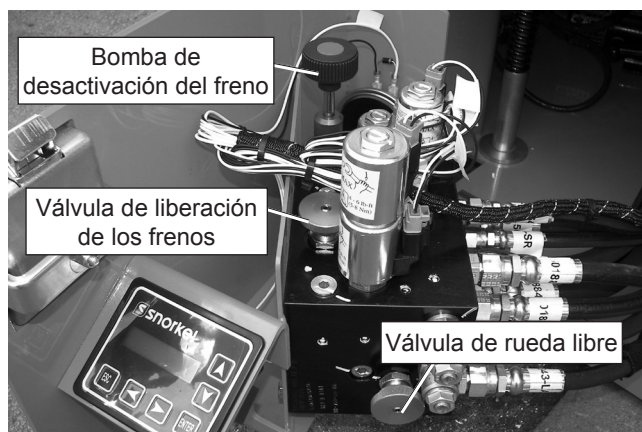

Figura 6 - Bandeja de componentes hidráulicos
1. Quite el seguro de la bandeja de las válvulas de control situada en el lado derecho de la máquina. La válvula de liberación de los frenos y la bomba de liberación de los frenos están ubicadas encima del colector hidráulico. La válvula de liberación de las ruedas está ubicada en un lateral de la válvula (consulte la figura 6).